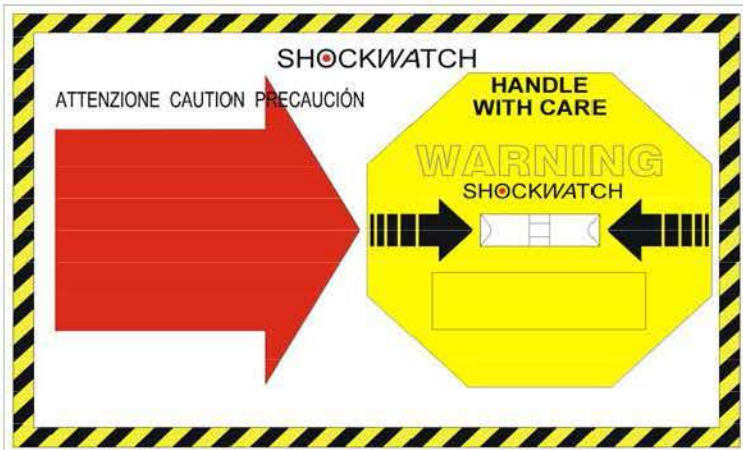

Рис. 5.6-2 Датчик удара
- 2 болта для фиксации шкафа ИБП (см. Рис. 5.6-2).